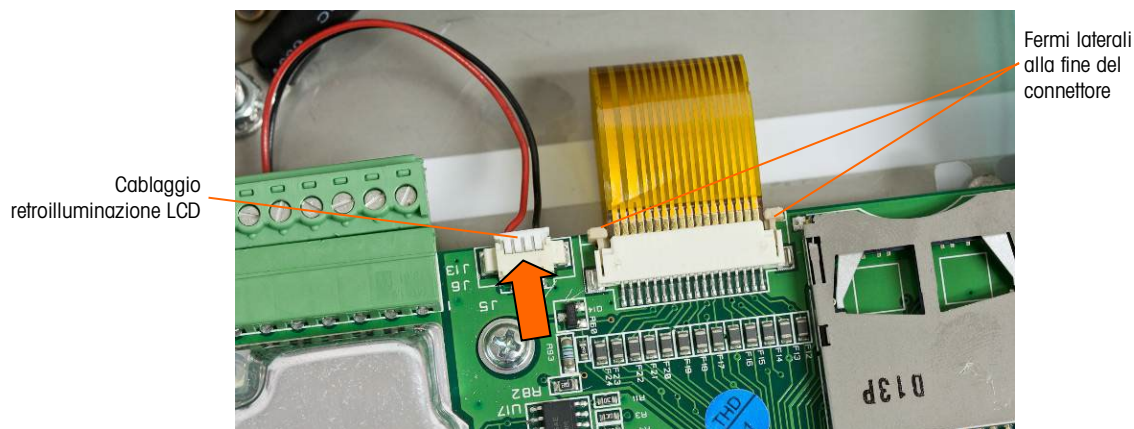

Figura 5-13: Rimozione cablaggio del display
2. Per rimuovere il cablaggio della scheda display, scorrere delicatamente le due estremità di plastica del connettore sulla scheda madre allontanandole dal centro della scheda (liberando la tensione sul cablaggio) e allontanare il cablaggio dal connettore. Come mostrato in Figura 5-13.
3. Rimuovere il cablaggio della retroilluminazione LCD (mostrato anche in Figura 5-13) spingendolo delicatamente dalla scheda alle estremità sinistra e destra del connettore. Non spingere i cavi, potrebbe causare un danno al cablaggio.